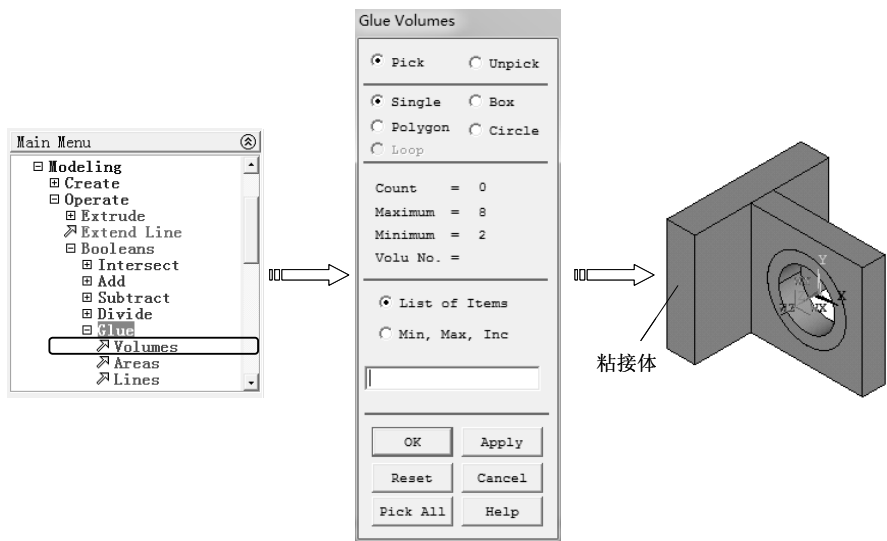

图 6-97 粘接运算
10) 选择“Main Menu> Preprocessor> Modeling>Operate>Booleans>Glue>Volumes”命令，弹出“Glue Volumes”对话框，选择要粘接的体，单击“OK”按钮完成粘接运算，如图 6-97 所示。